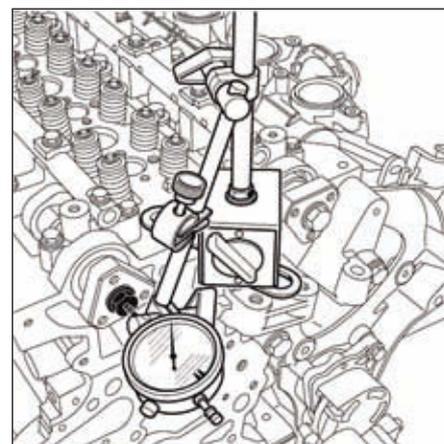

FIG.39
- Arbres à cames en place, mesurer le jeu axial de l'arbre à cames à l'aide d'un comparateur. La valeur du jeu doit être comprise entre 0,05 et 0,13 mm (Fig.39).